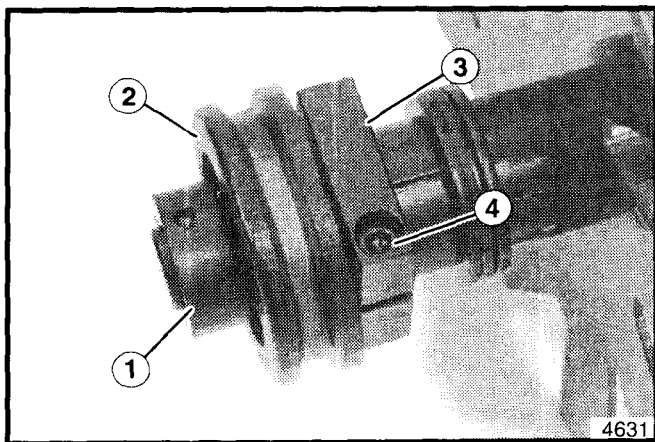

Figura 15. Rimozione del cuscinetto dell'albero della bobina
1. Sulla estremità dell'albero opposta alla puleggia, allentare la vite di posizione sull'anello di bloccaggio sull'albero della bobina. Inserire un punteruolo nel piccolo foro sull'anello e battere leggermente con un martello per smuovere l'anello in senso orario fino a che sia allentato (circa 1/4 di giro). Rimuovere l'anello, il blocco del cuscinetto e il cuscinetto (vedere figura 15).
2. Allentare la vite a testa con cava nel dado della bobina e rimuovere il dado dall'albero (vedere figura 15).